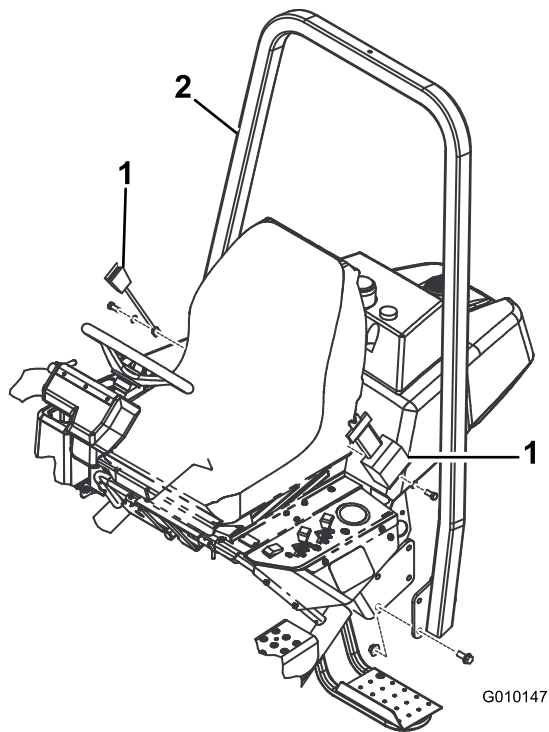

Figura 6
2. Abbassate il telaio del sistema ROPS (Figura 6) sulle staffe di montaggio, allineando i fori di montaggio.